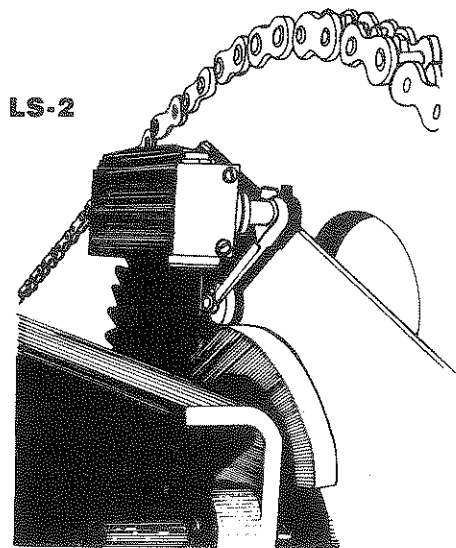

Fig. 39
6. Vérifier la position d'arrêt du bras à roulette du switch sur la partie supérieure de la came Fig. 39.
10. Répéter les étapes 2 à 5 et le point 8, jusqu'à ce que le bras à roulette du switch se trouve sur la partie supérieure de la came Fig. 39.